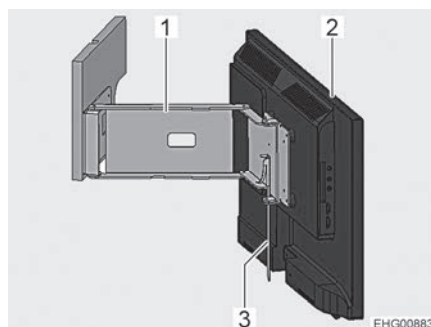

Fig. 95 Écran plat sur le bras articulé
- Enclencher le levier (Fig. 95,3). Le bras articulé (Fig. 95,1) est déverrouillé.
- Tourner l'écran plat (Fig. 95,2) dans la position désirée.